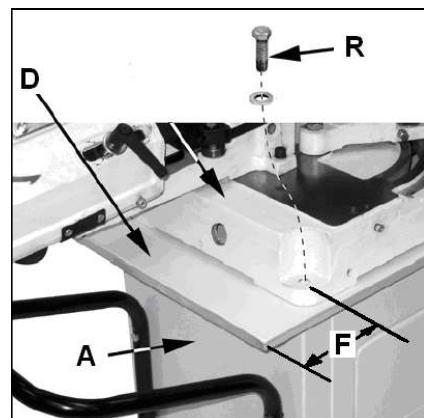

Fig 4
Platzieren Sie die Spänetasse (D, Fig 4) auf dem Maschineständer. Die Seite mit dem größeren Bohrlochabstand (F) muss dabei links sein.